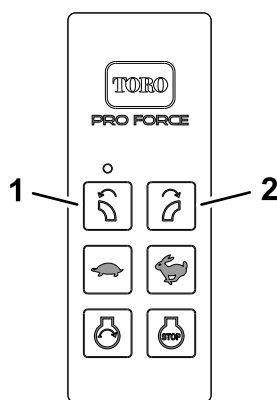

図 51
4. 吹き出し口左回転ボタンと吹き出し口右回転ボタンを同時に長押しする 図 51。
7. 吹き出し口左回転 ボタンを長押しする 図 51。
8. 吹き出し口左回転 ボタン 図 51をおしたままでエンジンキーを RUN 位置にする。
9. 吹き出し口左回転 ボタン 図 51から手をはなし、エンジンキーを STOP 位置に回す。